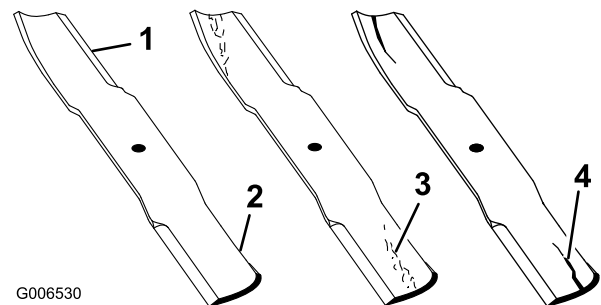

Figure 53
1. Examinez le tranchant des lames (Figure 53). Si les lames ne sont pas tranchantes ou si elles présentent des indentations, déposez-les et aiguisiez-les (voir Aiguisage des lames).
2. Inspectez les lames, surtout la partie relevée (Figure 53). Remplacez immédiatement toute lame endommagée, usée ou qui présente une entaille (Figure 53).